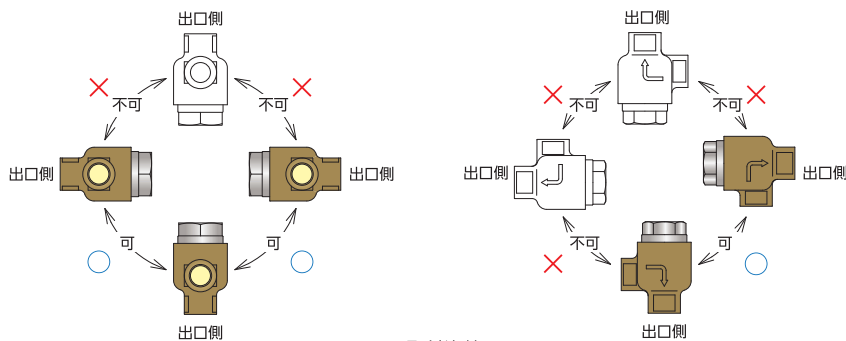

図3. 取付姿勢
- 取付姿勢は、縦・横取付自由。但し、横配管に取付ける場合、出口側の向きは水平から下方の範囲内としてください。(図3. 取付姿勢参照)